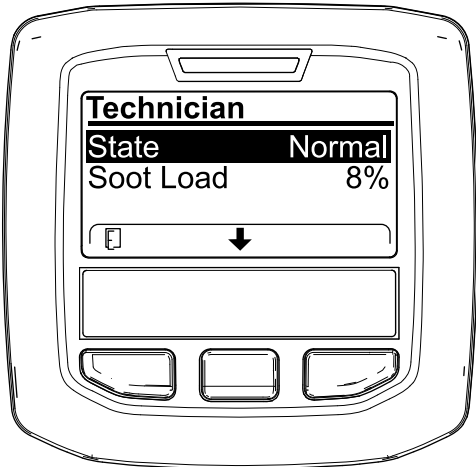

Bild 45
- Lesen Sie in der Tabelle für den Dieselpartikelfilter-Betrieb den aktuellen Zustand des Dieselpartikelfilter-Betriebs nach (Bild 45).